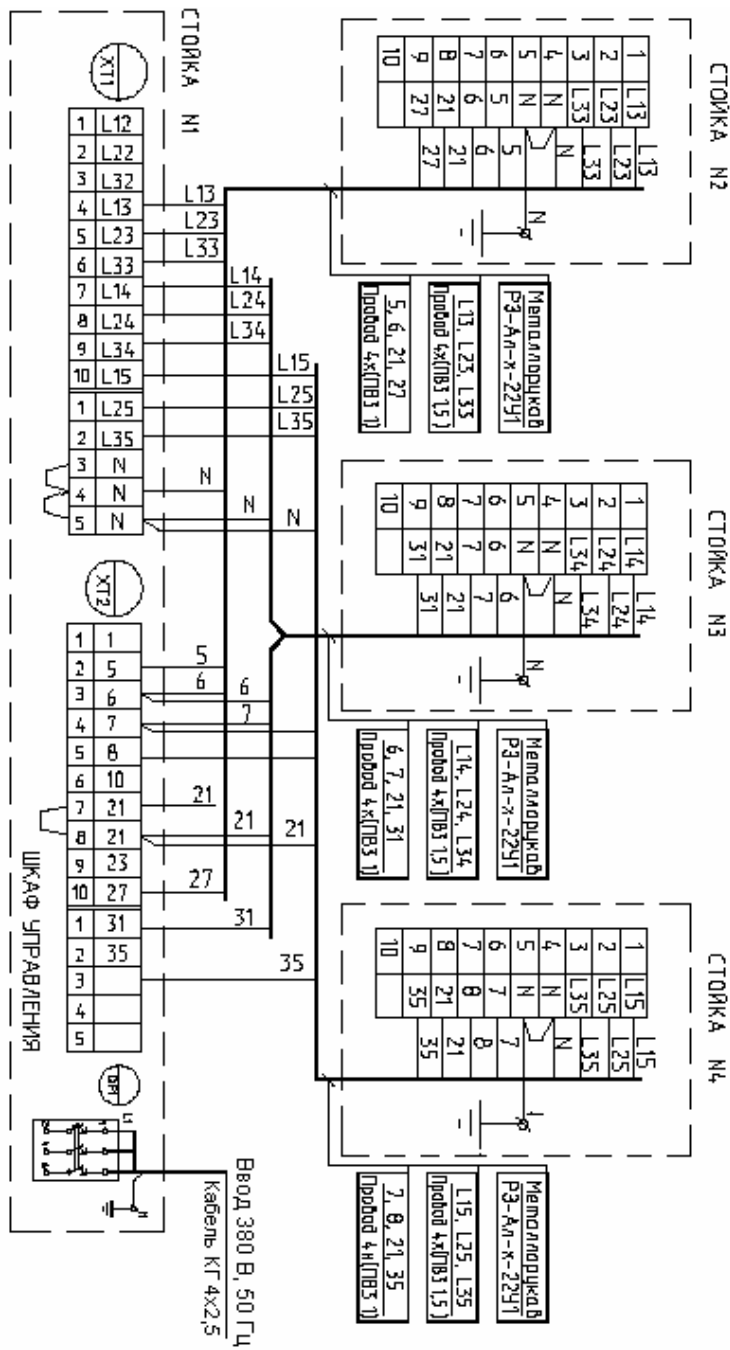

Рис. 4. Схема электрическая соединений подъемника ПЛ10
6.1.11. Выполнить электрический монтаж и подключить шкаф аппаратный к внешней электрической сети в соответствии со схемой электрической соединений (см. Рис. 4) и монтажным чертежом на Рис. 6. Выполнить заземление электроустановки.
4. Подключение стоек № 2, 3, 4 к шкафу аппаратному выполнить проводами марки ПВ3 по ГОСТ 6323-79, проложенными в металлорукаве марки РЗ-Ал-х-22У1 ТУ22-5570-83. Сечение токопроводящих жил проводов указаны на схеме соединений (см. Рис. 4).